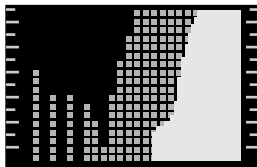

Рис. 19 - увеличение уровня сигнала по мере приближения к аналоговому радиопередатчику
- Другая методика поиска: после автоматической подстройки чувствительности можно уменьшить ее на 2 уровня. Затем обследовать предполагаемые места установки «жучков» с расстояния не более 0,2 м. При появлении максимума сигнала еще уменьшить чувствительность и обследовать место с еще более близкого расстояния (– 5..10 см) с целью более точного определения положения источника сигнала. Типичная картина данных по мере приближения к источнику радиопередачи при такой методике поиска показана на Рис. 19: